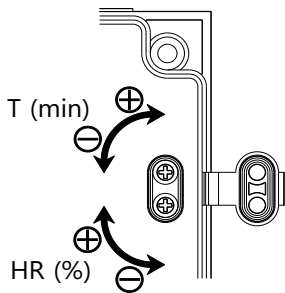

Fig.10
Для настройки уровня относительной влажности используется регулировочный винт, расположенной под передней решеткой (1) на электронной плате (Рис.10/Fig.10):
Для настройки таймера используется регулировочный винт, расположенной под передней решеткой (1) на электронной плате (Рис.10/Fig.10):